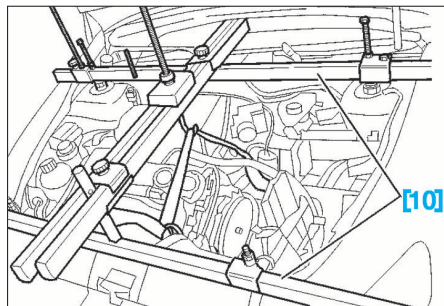

FIG. 8
- Mettre en place la traverse [10] et ses supports (Fig.8).